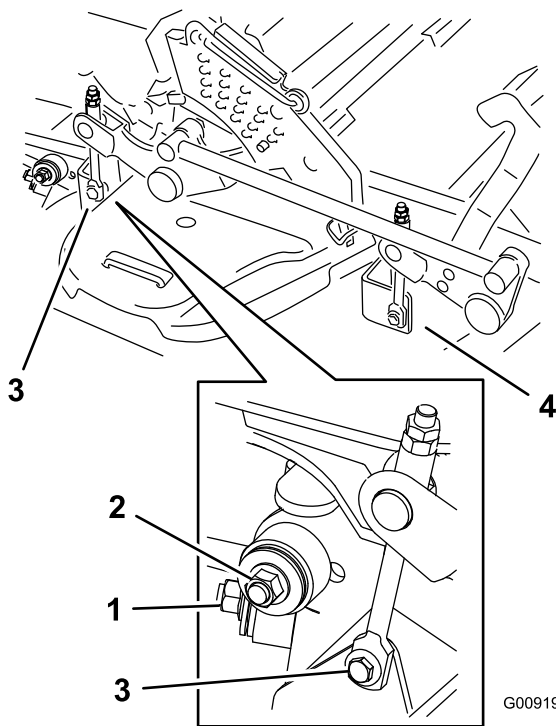

Figure 101
7. Enlevez et mettez de côté les fixations des deux côtés du tablier (Figure 101).